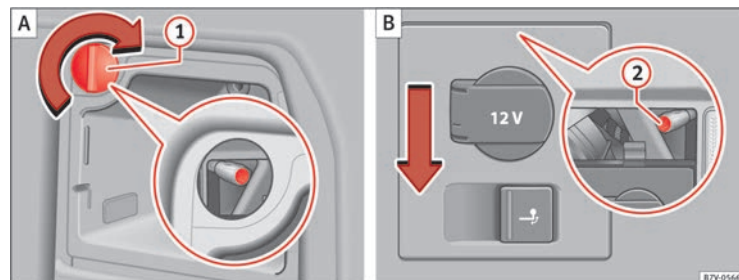

Fig. 213 En el lateral del maletero: Desmontar las luces posteriores izquierda y derecha. ① retirar el capuchón; ② tornillo de fijación.
4.	Gire el capuchón ⇒ fig. 213 ① 90° en el sentido de la flecha y retírelo.
5.	Desenrosque el tornillo de fijación ⇒ fig. 213 ② con el destornillador de las herramientas de a bordo ⇒ página 337. El tornillo queda asegurado en su posición.